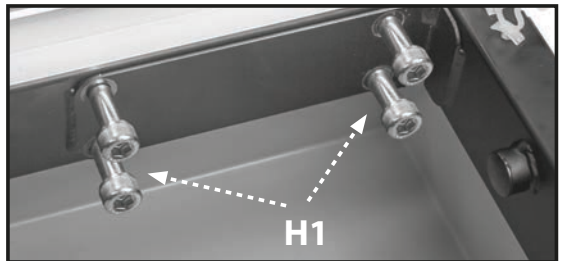

FIGURA 7
3. (Consulte la Figura 7) Asegure el conjunto del brazo de la cortadora al marco principal usando los cuatro tornillos de cabeza hexagonal M10 x 60 (H1) desde dentro del marco principal. Ajuste usando la llave Allen de 8mm suministrada (H2).